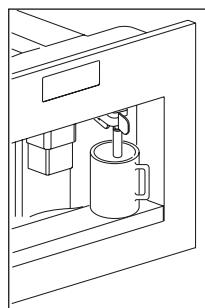

Fig. 12
- ▶ Puneti un recipient sub duza de apă (Fig. 12).